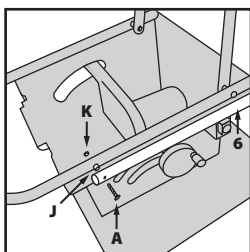

Abb. 10
- Befestigen Sie Bauteil **3** mit dem Rest des Untergestell-Zusammenbaus, benutzen Sie die verbleibenden Befestigungsteile markiert als **A, J und K (Abb. 10).** Es könnte helfen, Bauteil **4** aus dem Weg zu räumen.